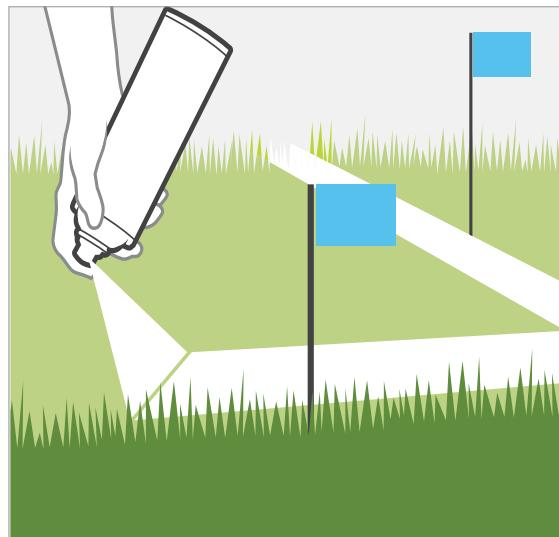

Figura 1
1. Servendosi di una bomboletta di vernice e di bandierine, segnare la traccia delle tubazioni dal punto di raccordo ai pozzi delle valvole. Segnare la disposizione dell'impianto (*Figura 1*).